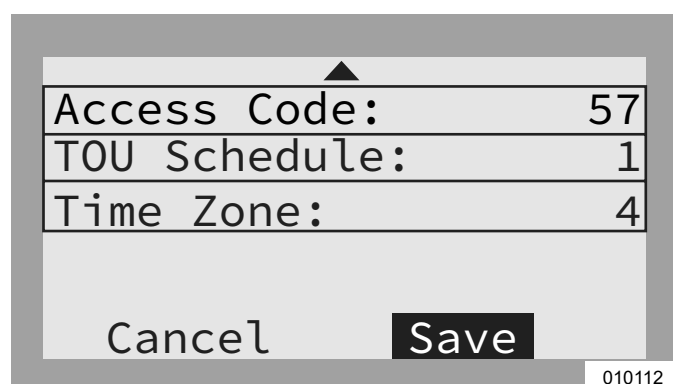

Figure 6-17. Configurer un horaire TOU (4 de 4)
- Voir **Figure 6-17**. Pour valider toutes les modifications, mettre Save (Enregistrer) en surbrillance et appuyer sur la touche centrale.